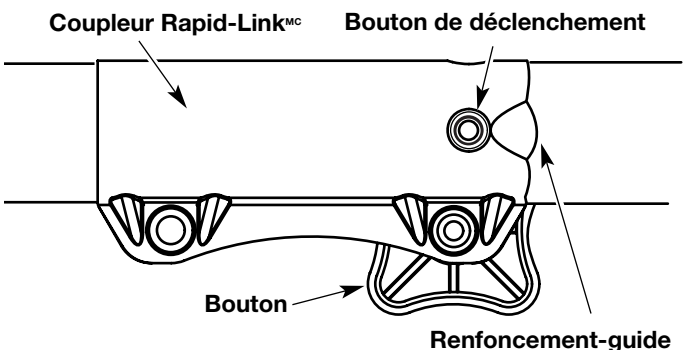

Fig. 15
1. Dévissez le bouton vers la gauche (Fig. 15).
**NOTE :** aligner le bouton de déclenchement avec le renforcement-guide facilitera l'installation (Fig. 15).